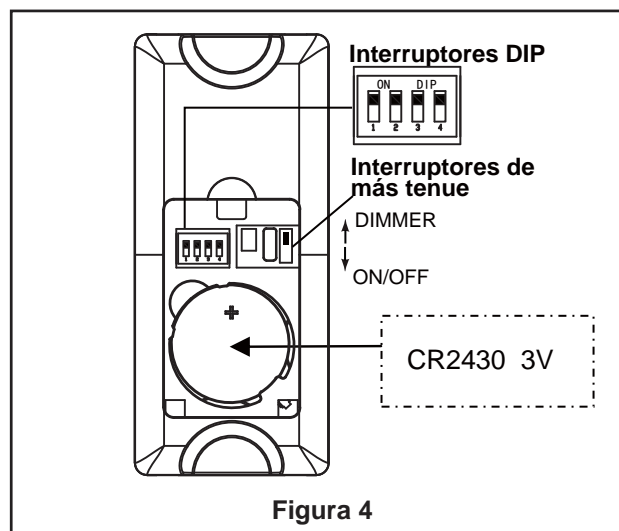

Figura 4
4. Proceso de emparejamiento del Receptor y Transmisor: (Figura 4)
– El receptor y el transmisor que lo acompaña están emparejados de fábrica. Si sustituye el transmisor o el receptor, debe seguir el siguiente proceso antes de poder usar la unidad. El receptor fanSync puede emparejarse con hasta (5) transmisores.